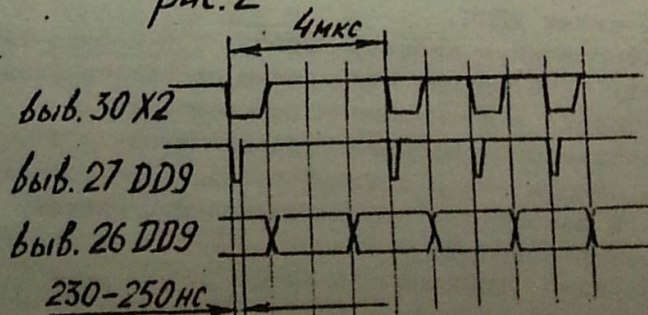

Рис. 3
1. Установите микросхему K155ЛА8 в "ОРИОН" /"Радио" 12-1992, стр14, рис.3/. Это не должно повлиять на работоспособность ПРК
30-X2,4-DD3.1, 26,27-DD9 см.рис.3.
В этом тесте контроллер зациклен на выполнение команды чтения сектора 1 на дорожке 0. В накопителе при этом должна находиться дискета с форматом из выше перечисленных. Здесь удобно производить проверку схемы ФАПЧ, сверяя ее работу с рис.3. Отсутствие ошибок выводится символом "OK", присутствие - их номером /см.ниже/.